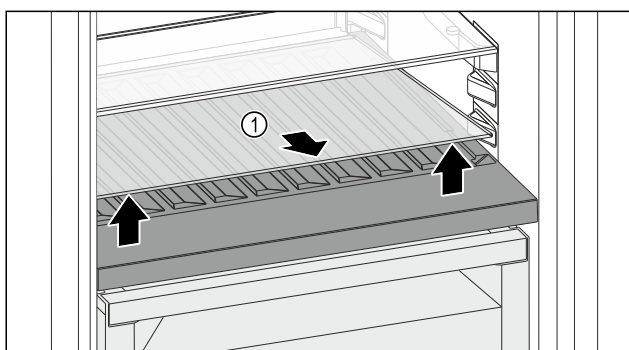

Fig. 212
- Soulever la plaque de verre Fig. 212 (1) au niveau de l'évidement avant et la retirer.
- Entreposer la plaque de verre Fig. 212 (1) dans un endroit sûr hors de l'appareil.
- Insérer la plaque de verre (2) sous le compartiment à bouteilles amovible.